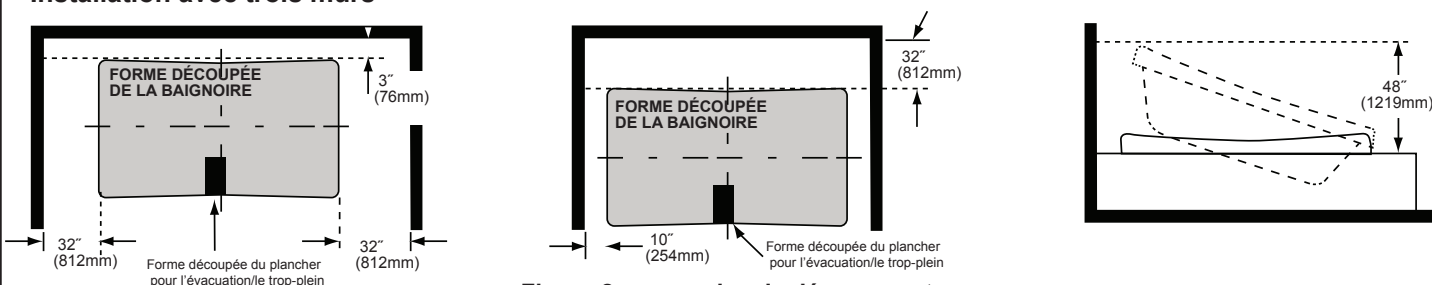

Figure 2 – exemples de dégagement
- Pour s'assurer que l'installateur a de l'espace pour se déplacer et installer la baignoire, allouez suffisamment d'espace au mur et au plafond (figure 2).